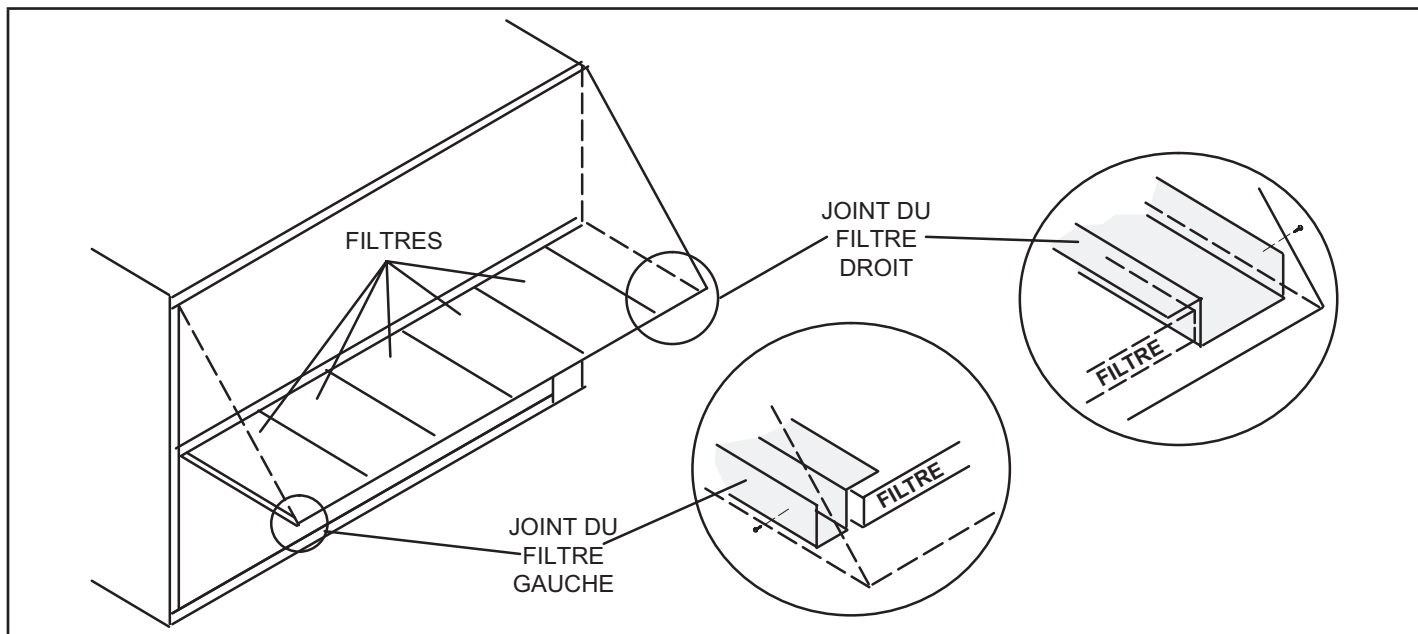

FIGURE 10
- 7 - Fixer les joints latéraux sur les côtés de la hotte comme indiqué à la FIGURE 10.